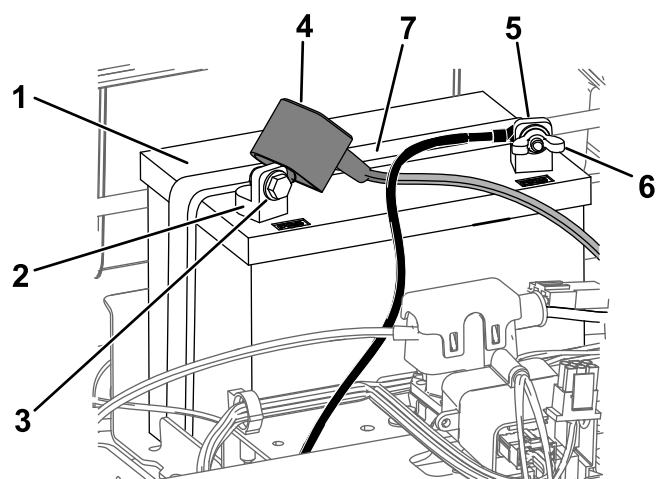

Figura 50
4. Deconectai cablul negativ (negru) de legare la masă de la suportul bateriei (Figura 50).
6. Deconectai cablul pozitiv (rou) de la borna bateriei (Figura 50).
7. Scoateți elementul de fixare a bateriei (Figura 50) și ridicați bateria din compartimentul său.
1. Amplasai bateria în compartimentul său (Figura 50).
5. Fixezi bateria cu elementul de fixare (Figura 50).